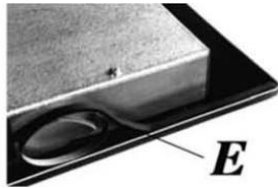

Рис.9
- Переверните варочную поверхность и правильно расположите уплотнитель «Е» (рис. 9) под краями варочной поверхности так, чтобы наружная сторона прокладки точно совпадала с наружным краем варочной поверхности. Края полосок должны совпадать, не выступая друг над другом.